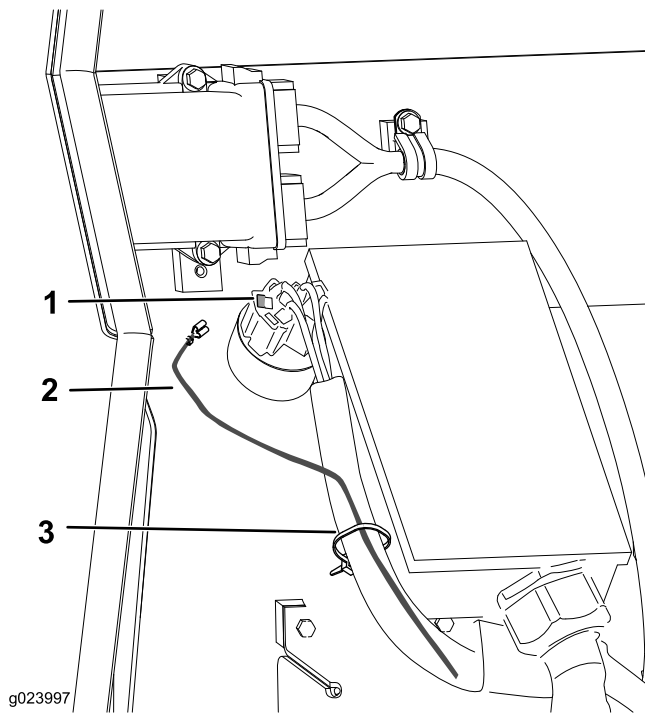
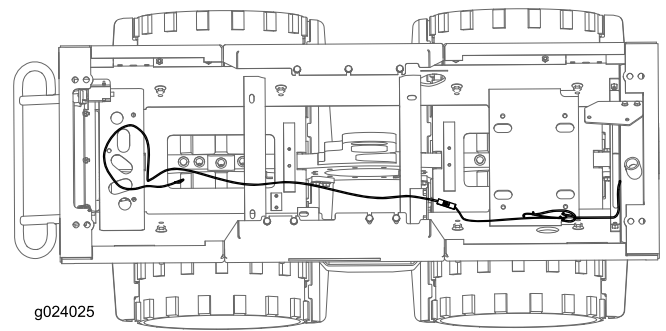

Figura 1
Figura 2
2. Instale el terminal sin aislamiento del cable largo en el hueco 8 del conector (Figura 1).
4. Enrute el cable del conector junto al arnés de cables existente, y sujete el cable al arnés de cables existente con las bridas (Figura 1 y Figura 2).